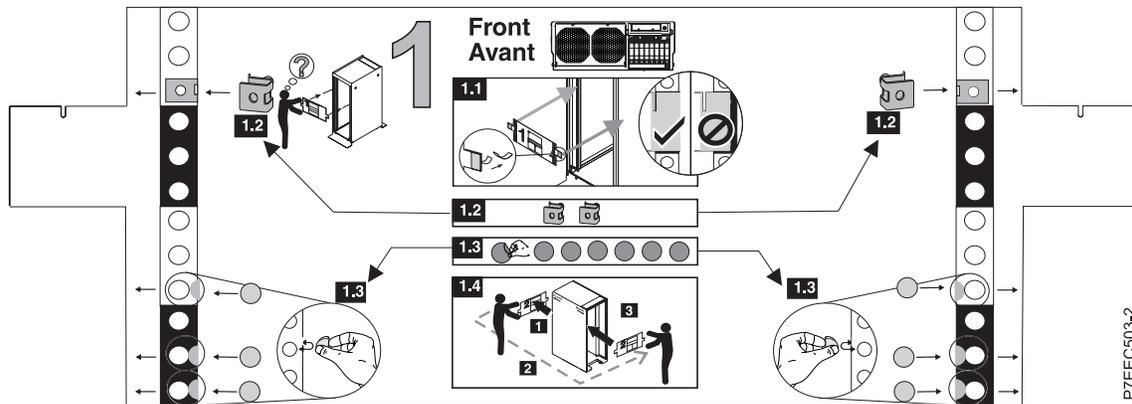

Abbildung 2. Schablone für die Rackinstallation
**Anmerkung:** Wenn im Lieferumfang eine Schablone für die Rackinstallation enthalten ist (siehe Abb. 2 auf Seite 5), verwenden Sie die Schablone zum Festlegen und Markieren der Installationsposition. Wenn Sie über keine Schablone verfügen, verwenden Sie diese Prozedur zum Markieren der Installationsposition.